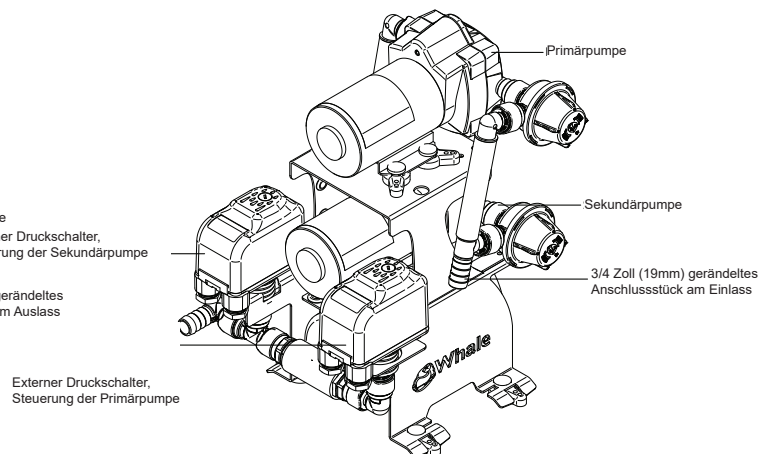

Abbildung 1b Produktkomponentenansicht 2
- Abb. 1B Produktkomponenten Ansicht 2